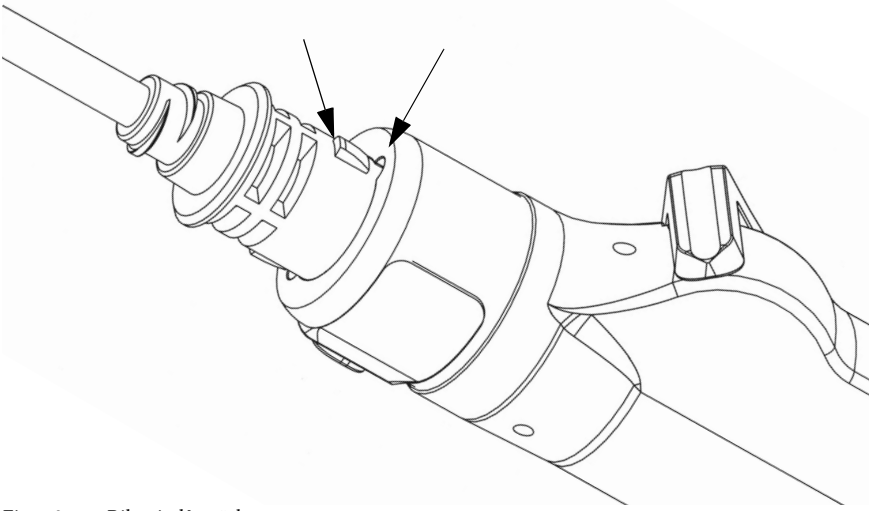

Figur 2: Ansluta handstycket till rakapparatens konsol
2. Tryck försiktigt in kabelkontakten i uttaget. Den låses på plats (se figur 2). (För att koppla ur kabeln fattar du om kabelkontakten och drar den ur kontaktkragen.)